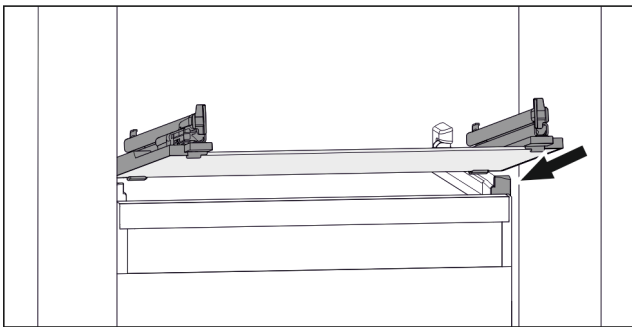

Fig. 103 Beispielhafte Darstellung der Glasplatte
- Glasplatte schräg hinter den Stopperrahmen aufsetzen. (siehe Fig. 103)